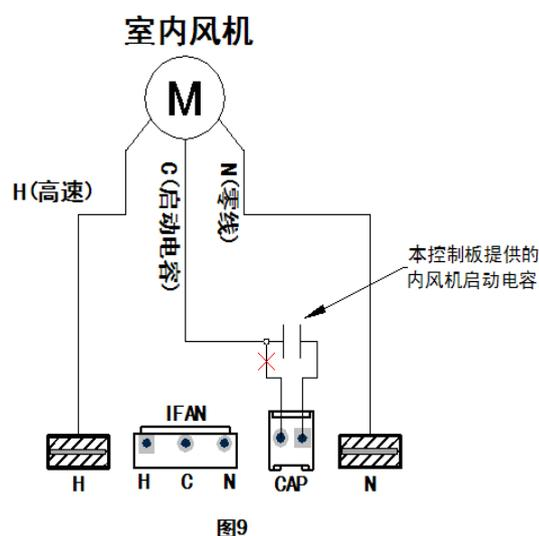

图9
- (2)使用本控制板提供的内风机启动电容, 连接如图9所示;